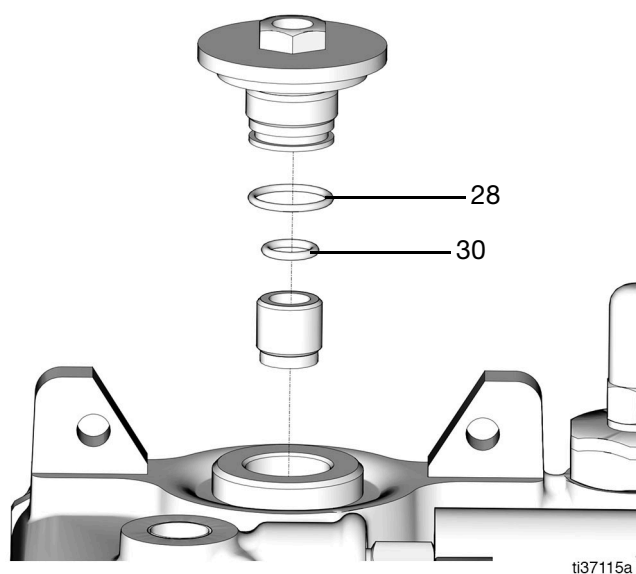

FIG. 51
3. Remplacez le joint torique interne (30) de l'écrou de retenue (9) par un joint torique neuf et graissez légèrement. (FIG. 51).
4. Remplacez le joint torique externe (28) de l'écrou de retenue (9) par un joint torique neuf et graissez légèrement (FIG. 51).